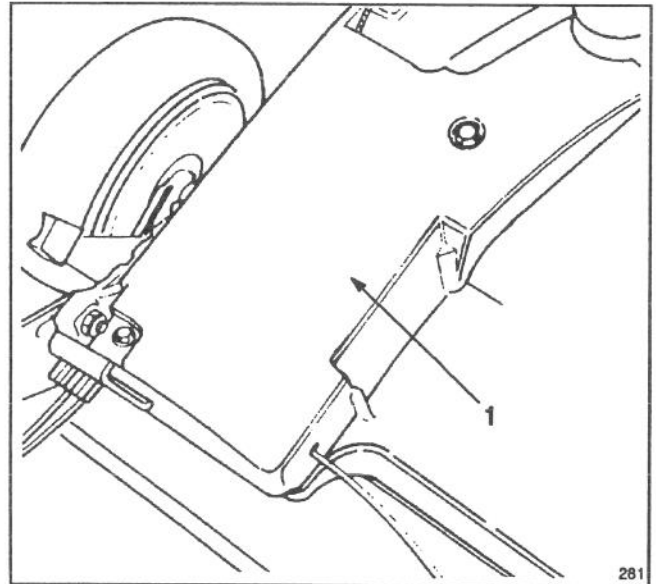

Abb. 30
6. Entfernen Sie die Bolzen, die die Riemenabdeckung (Abb. 30) am Mähergehäuse festhalten. Abdeckung abheben und alle Grasreste herausfegen. Riemenabdeckung wieder montieren.